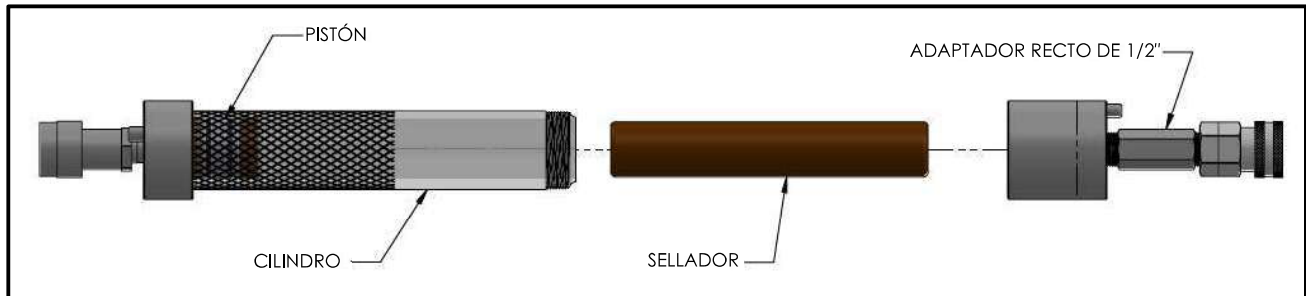

Figura 8
- 3.) Una vez que el pistón haya sido empujado hasta el fondo del cilindro, inserte el sellador seleccionado. Atornille el adaptador recto de 1/2". Proceda a inyectar el sellador. Cuando el cilindro quede vacío, repita los pasos 2 y 3 para cargar más sellador. (Consulte la Figura 8)